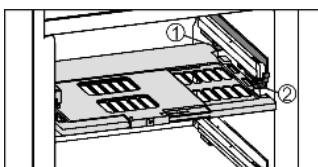

Fig. 9
- ▶ Założyć płytę regulacji wilgotności: Ramiona pokrywy płyty wprowadzić od dołu do tylnego uchwyty Fig. 9 (1) i zająć z przodu w uchwycie Fig. 9 (2).